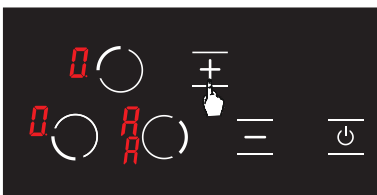

Abbildung 13
3. Nach erneutem Berühren der **+** Taste wird der automatische Heizbetrieb aktiviert und auf dem Display erscheint das Symbol **A**. (siehe Abb. 13)